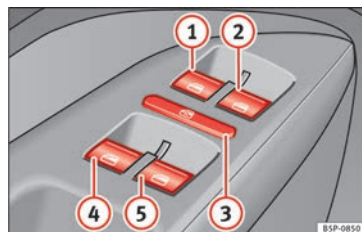

Fig. 55 Pormenor da porta do condutor: comandos para os vidros dianteiros e traseiros.
Os botões » Fig. 55 ① e ② têm duas posições para abrir e duas para fechar os vidros. »